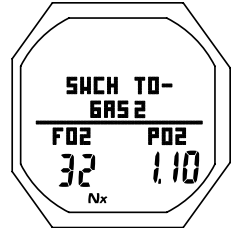

Fig. 102 - CAMBIO DE GAS
**Cambio de gas** - Ésta es la información mostrada (Fig. 102):